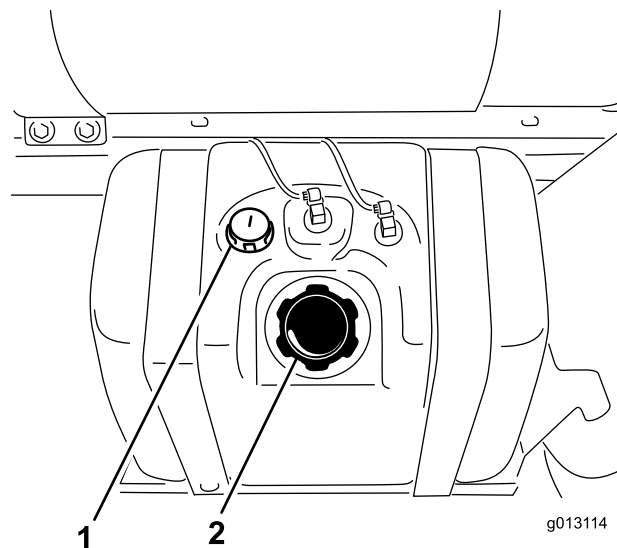

Figura 22
2. Pulite intorno al tappo del serbatoio del carburante (Figura 22).